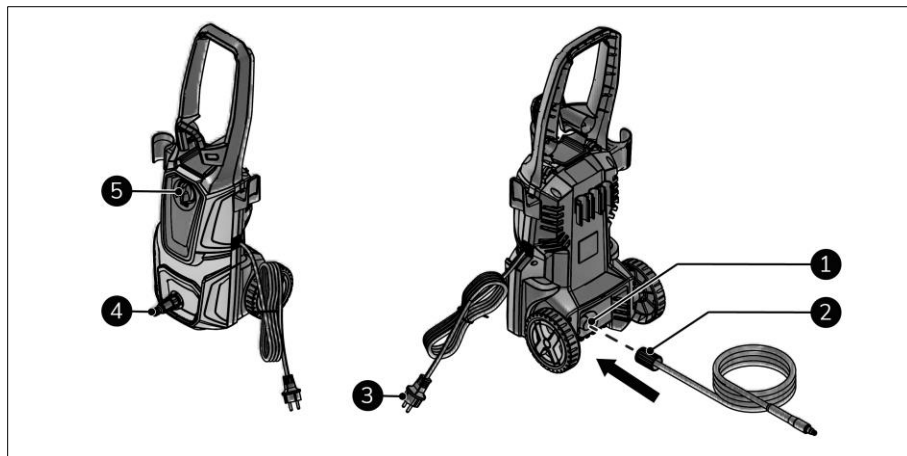

Figure 9
2. Assurez-vous que le commutateur MARCHÉ(1) / ARRÊT(0) est en position ARRÊT(0) (figure 9, pos. 5).
3. Insérez la fiche d'alimentation (figure 9, pos. 3) dans une prise reliée à la terre et facilement accessible.
4. Uniquement pour la première utilisation : retirez le couvercle protecteur de sortie d'eau à haute pression (figure 9, pos. 1).
5. Vissez le tuyau haute pression (figure 9, pos. 2) à la sortie d'eau haute pression.
6. Raccordez l'alimentation en eau à l'appareil (figure 9, pos. 4).